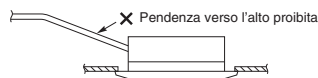

Fig. 3-13
- Non installare il tubo con una pendenza verso l'alto dal foro di collegamento. Questo causerebbe il riflusso dell'acqua di scarico e perdite dall'unità quando questa non è in uso. (Fig. 3-13)